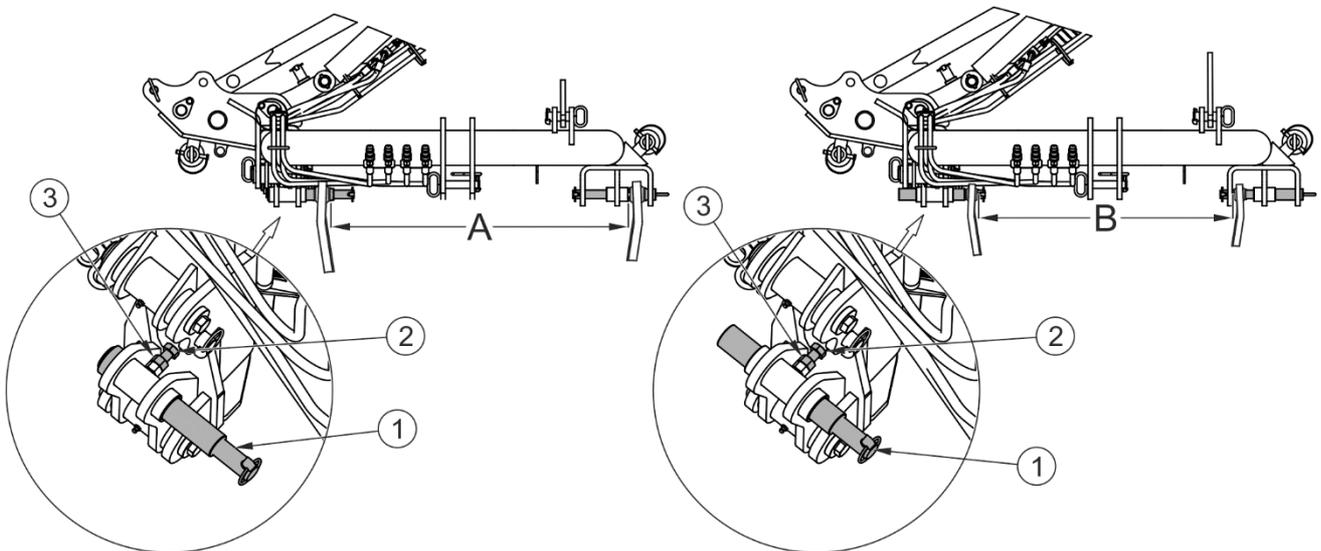

FIGURE 4.3 Réglage des broches inférieures du système de suspension de la
(2)- vis de retenue; (3)- contre-écrou
La broche inférieure (1) du système de suspension de la faucheuse permet le réglage de l'espacement (FIGURE 4.3). Pour modifier l'espacement des broches du système de